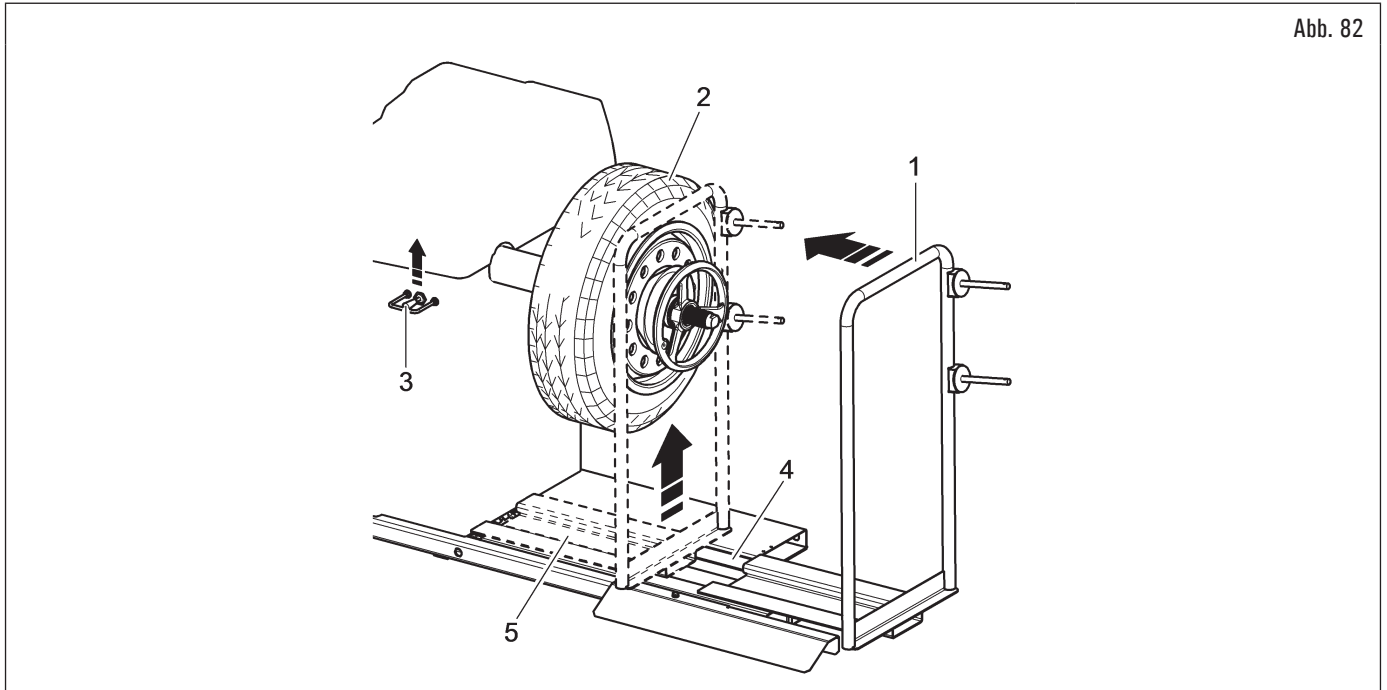

Abb. 82
1. Bewegen Sie die Radhalterung nach links (Abb. 82 Pkt. 1) und die Standfläche des Rades (Abb. 82 Pkt. 5) unten den Reifen (Abb. 82 Pkt. 2);
2. Heben Sie das Bedienungselement der Hubvorrichtung (Abb. 82 Pkt. 3) und das Trittbrett (Abb. 82 Pkt. 4) heben lassen, um die Radstütze (Abb. 82 Pkt. 5) mit dem Reifen sich zu berührt (Abb. 82 Pkt. 2);